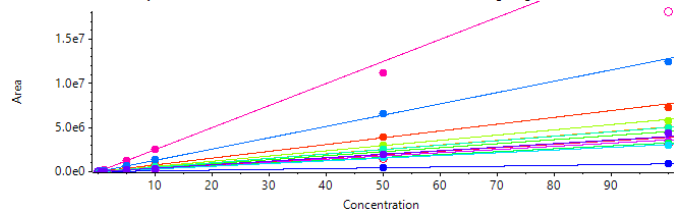

图3. 各化合物线性。
2.1 线性：水中13种卤代酰胺化合物的线性曲线，线性良好（ $r^2 > 0.99$ ）（图3）